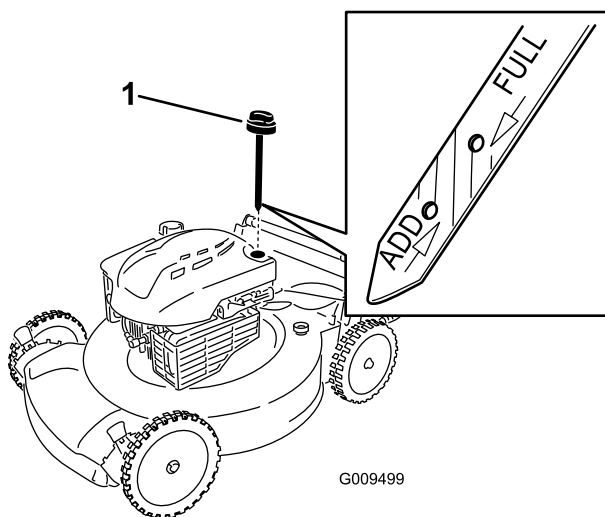

Figura 5
2. Retire vareta (Figura 5) e deite cerca de 3/4 da capacidade do cárter de óleo para o tubo de enchimento de óleo.
5. Retire a vareta e verifique o nível de óleo na vareta (consulte Figura 5).